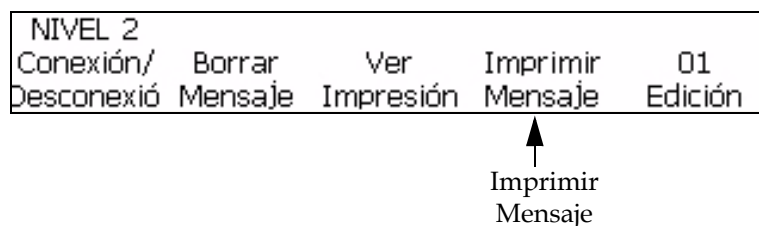

Figura 4-4: Marco <01 Edición>
- Si no es así, vaya al marco <01 Edición> o <03 Edición>. Consulte la Figura 4-4. Pulse la tecla F4 para seleccionar <Imprimir Mensaje>. En la parte inferior de la pantalla, aparecerá el texto "Mensaje cargado".